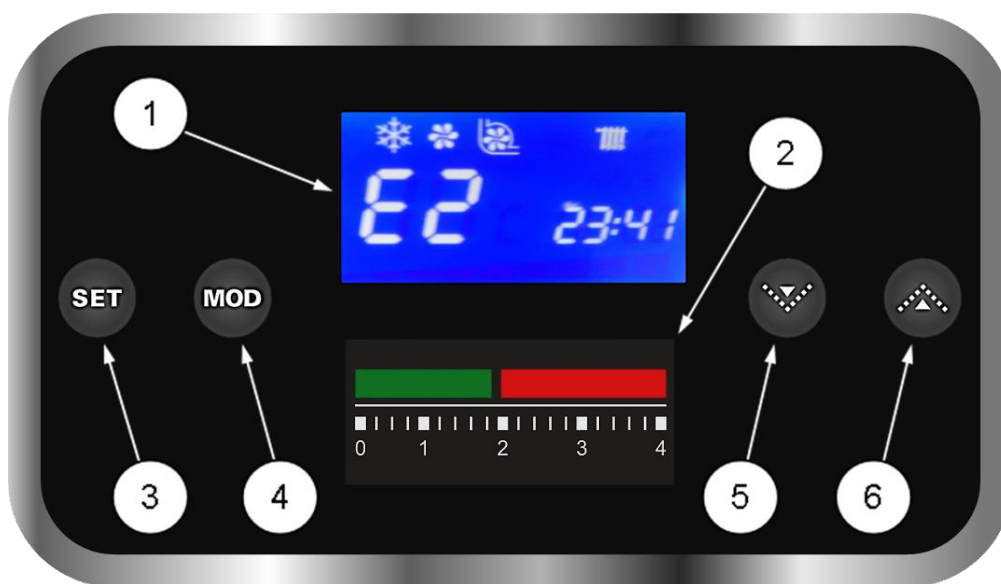

Рис. 6 Панель управления котлом
- Проверьте по манометру (См. Рис. 6) на панели управления электродкотлом давление теплоносителя в электродкотле и СО.